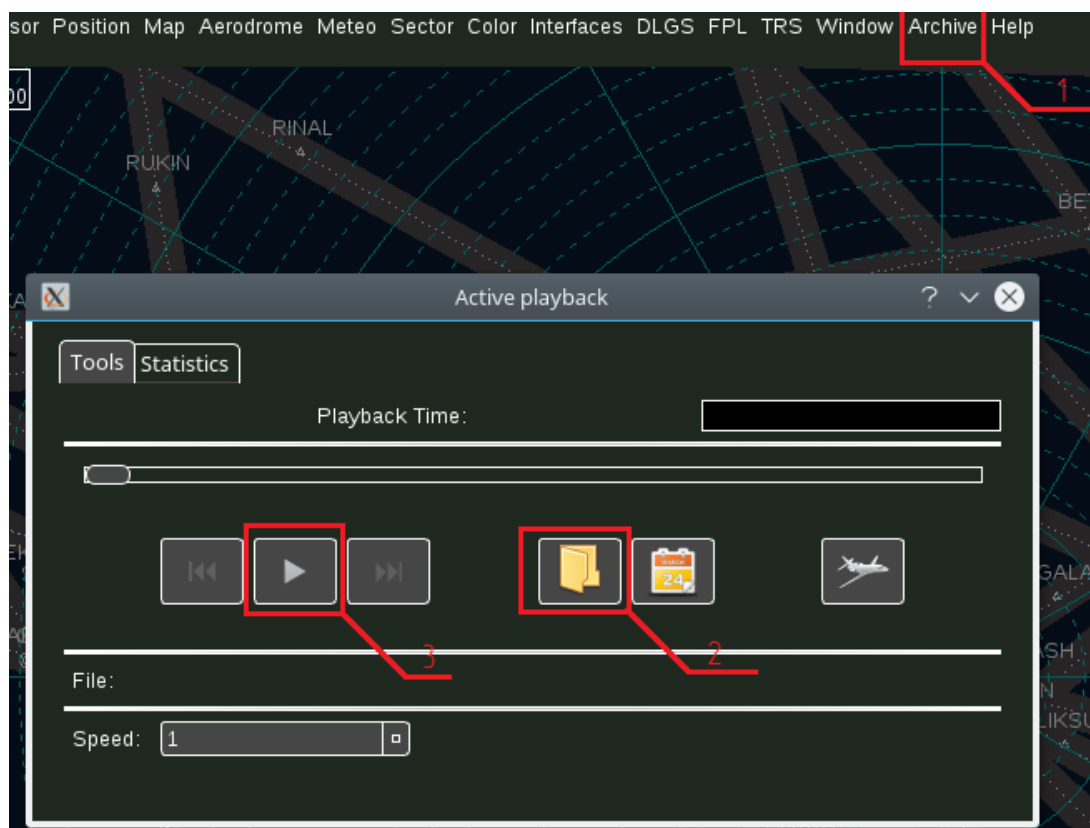

Рисунок 20. Вид окна «Active playback» программы «MRD»
4.6 Просмотр архива радиолокационной информации производится с помощью программы MRD (рисунок 20). При этом воспроизведение архива замещает текущую воздушную обстановку.